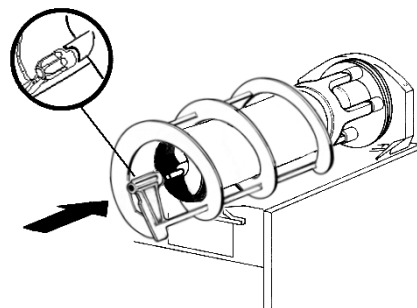

figura 15
- 6 Colocar sobre el evaporador el rascador exterior, acoplando su extremidad anterior al árbol del rascador interior y haciendo coincidir los dientes de arrastre (ver figura 15).